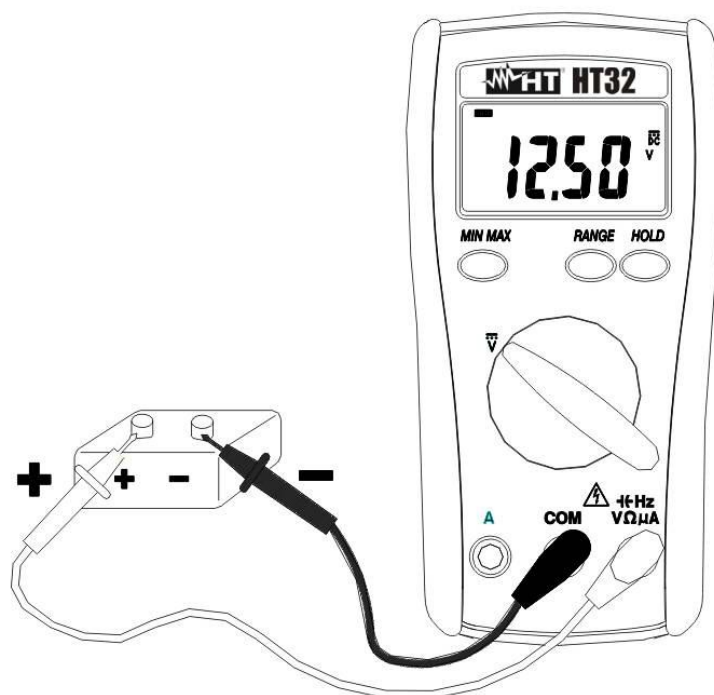

Fig. 2: Misura di Tensione DC
2. Inserire il cavo rosso nel terminale di ingresso $10\text{Hz V}\Omega\mu\text{A}$ e il cavo nero nel terminale di ingresso **COM** (vedere la Fig. 2).
6. La visualizzazione del simbolo "-" sul display dello strumento indica che la Tensione ha verso opposto rispetto alla connessione di Fig. 2.